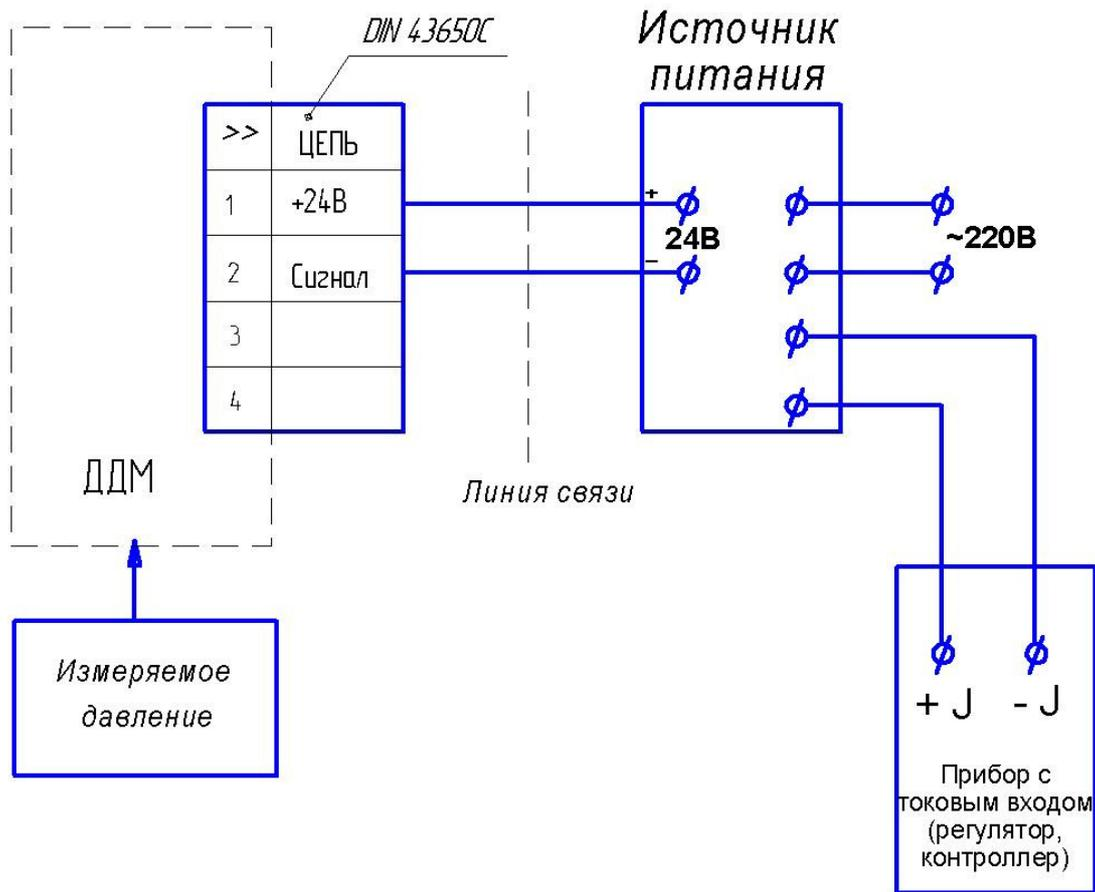
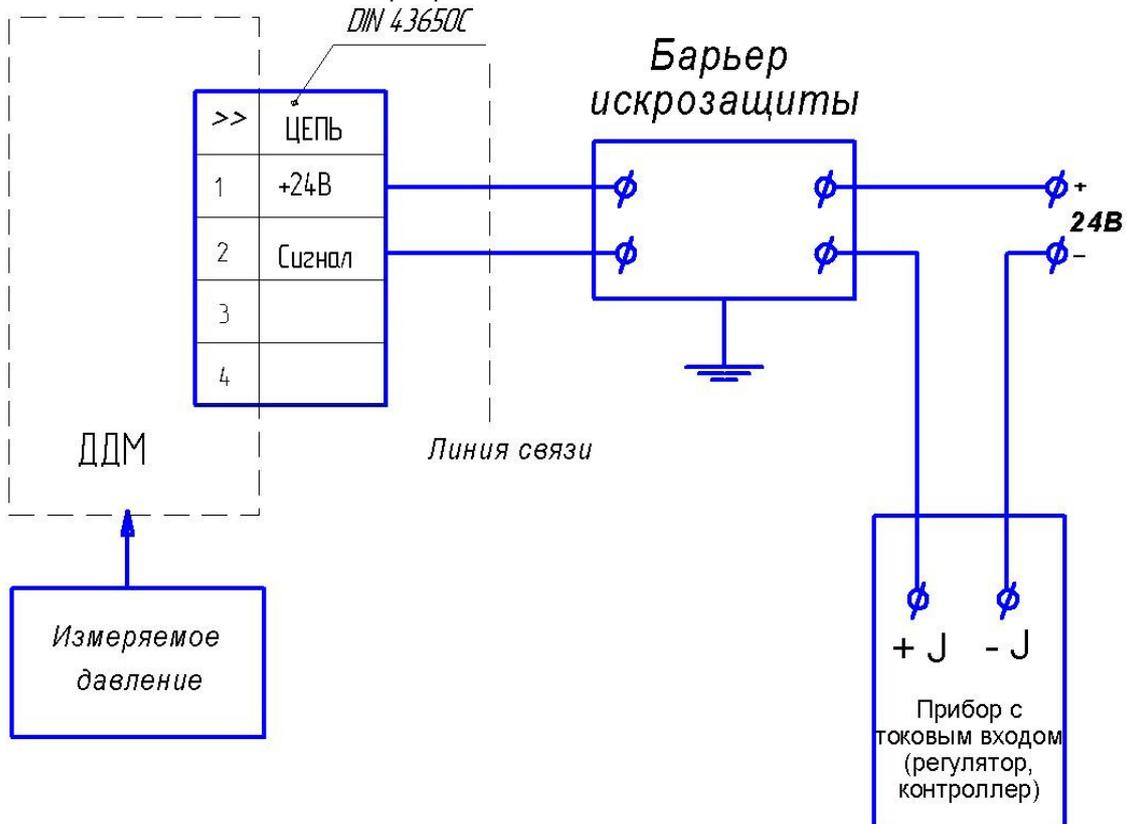

Рис.9. Схема подключения датчика ДДМ-03-МИ-Ех на объекте с применением взрывозащищенного источника питания.
Рис.10. Схема подключения датчика ДДМ-03-МИ-Ех на объекте с применением барьера искрозащиты.
3.2.1. Монтаж датчиков ДДМ-03-МИ-Ex должен производиться в соответствии со схемой подключений (рис.9 или рис.10 ПРИЛОЖЕНИЕ2), руководством по эксплуатации с соблюдением требований гл. 3.4 «Правил технической эксплуатации электроустановок потребителей», «Межотраслевых правил по охране труда (правил безопасности) при эксплуатации электроустановок (ПОТ Р М-016-2001/РД 153-34.0-03.150-00)», гл. 7.3 ПУЭ и ГОСТ Р МЭК 60079-11-2010.